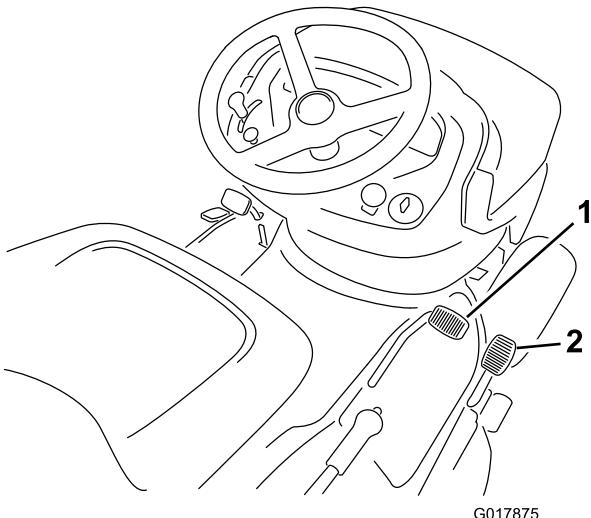

Figura 13
2. Mettete il piede sul pedale di comando della trazione e premete lentamente per spostarvi in avanti (Figura 13).
2. Mettete il piede sul pedale di comando della retromarcia e premete lentamente per spostarvi indietro (Figura 13).